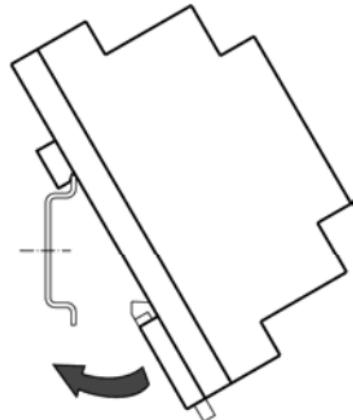

Рис. 5.3. Монтаж прибора с креплением на DIN-рейку
2. Установить прибор на DIN-рейку в соответствии с рис. 5.3.